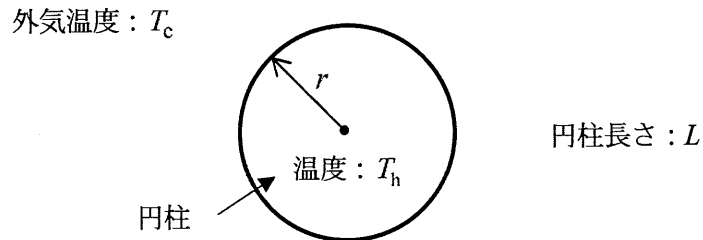
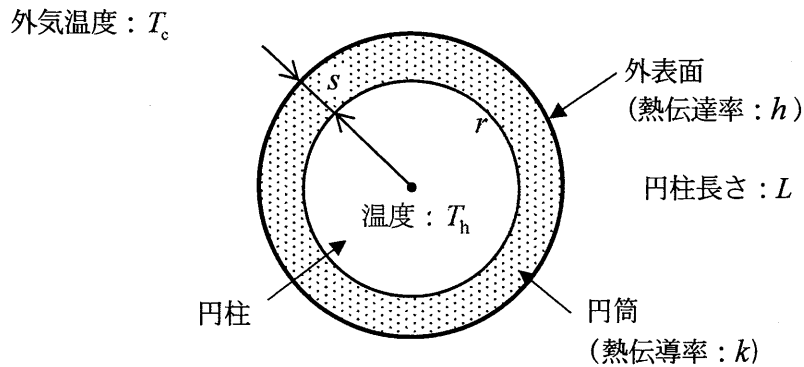

図3 円柱の断面
図4 円柱と円筒状材料の断面
- (3) 図3に示すように、半径 r 、長さ L 、温度 T_h の円柱が、温度 T_c の外気にさらされている。
- 1) 図3において、円柱の半径 r が 5 mm、長さ L が 2 m であり、円柱の温度 T_h が 380 K、外気温度 T_c が 300 K であった。円柱の表面と外気との熱伝達率を $5 \text{ W}/(\text{m}^2 \cdot \text{K})$ とするとき、単位時間当たりの放熱量は [W] である。
2) 次に、図3で示す円柱の周りに、図4のように熱伝導率 k で厚さ s の材料を円筒状に巻く。